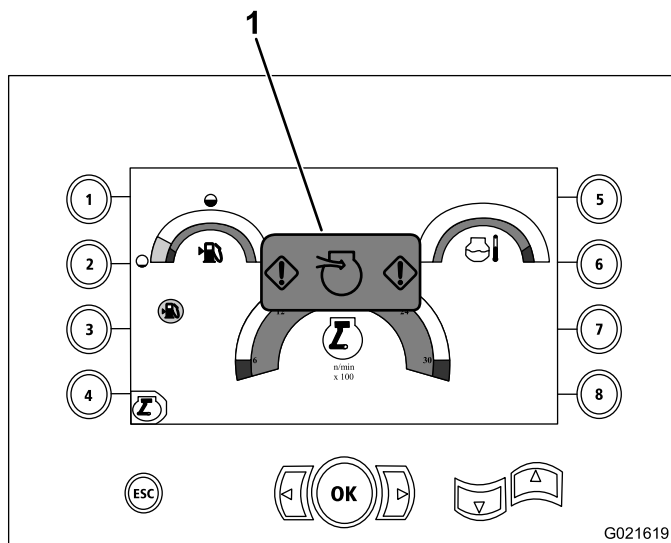

Рисунок 115
2. Проверьте индикатор засорения воздухоочистителя на странице дисплея, как показано на Рисунок 115.